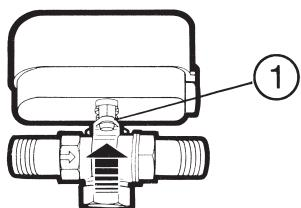

Fig. 6
Previamente asegurarse de que el eje y los brazos del Servomotor coinciden con la entalla y los orificios dispuestos en la parte superior de la válvula. La unión se asegura por el muelle anular concéntrico a la pieza de plástico (1). (Fig. 6).
S'assurer au préalable que l'axe et les bras du Servomoteur coïncident bien avec l'encoche et les trous effectués sur la partie supérieure de la vanne. Le raccord est assuré par le ressort annulaire concentrique fixé sur la pièce plastique (1). (Fig. 6).
Certificar-se previamente de que o eixo e os braços do Servomotor coincidem com o entalhe e os orifícios dispostos na parte superior da válvula. A união é assegurada pela anilha de mola concêntrica com a peça de plástico (1). (Fig. 6).